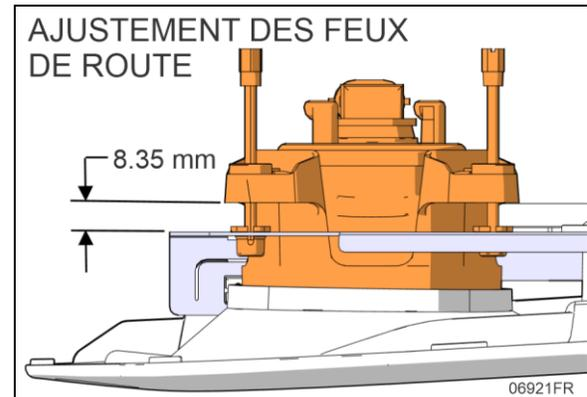
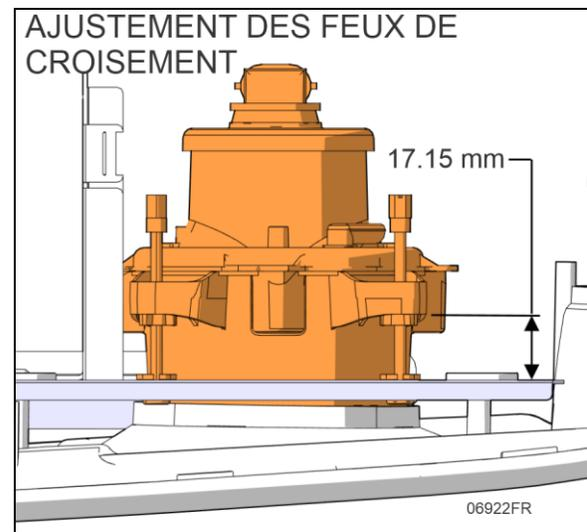

FIGURE 86: RÉGLAGE DE LA HAUTEUR DU PROJECTEUR (FEUX DE ROUTE)
FIGURE 87: RÉGLAGE DE LA HAUTEUR DU PROJECTEUR (FEUX DE CROISEMENT)
- Ajustez la hauteur du projecteur par rapport au support métallique à chaque tige filetée jusqu'à ce que la hauteur du projecteur atteigne les valeurs indiquées (Figure 86 & Figure 87).